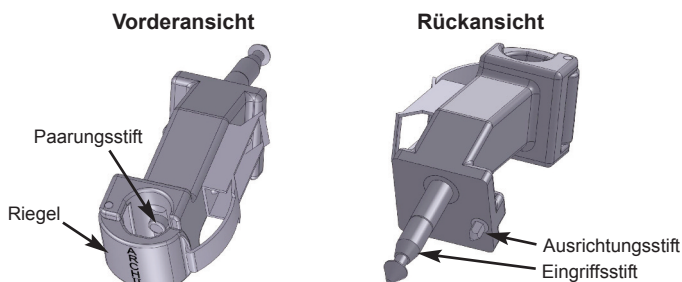

Abb. 1. Advincula Arch™ Adapter
2. Führen Sie den Eingriffsstift des Adapters (siehe Abb. 1) bis zum sicheren Eingriff in die entsprechende Öffnung am UPS-Arm ein. Richten Sie den Adapter mit Hilfe des Ausrichtungsstifts richtig aus.